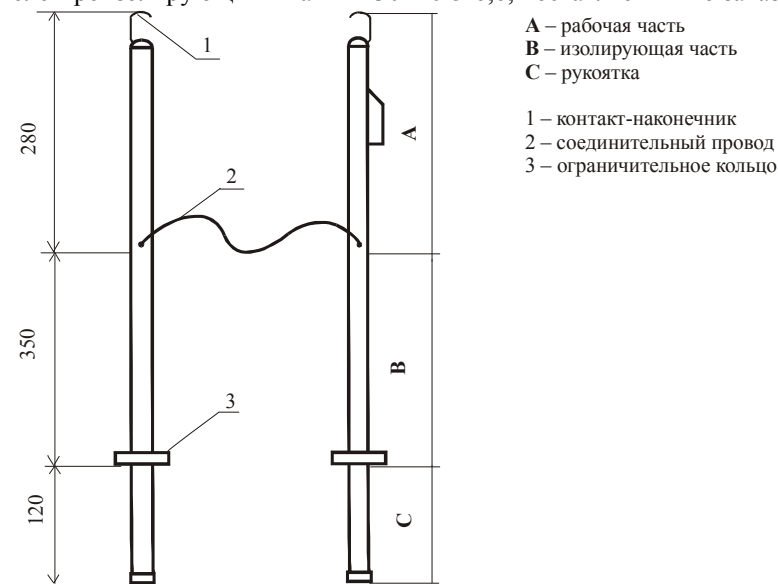

Рисунок 1
2.1 Указатель напряжения изготовлен в двухполюсном исполнении (см. рисунок 1 на с. 3) и состоит из двух корпусов, содержащих элементы электрической схемы. Корпуса указателя соединены между собой гибким проводом.
4.1 Изолирующая часть «В» (см. рисунок 1) указателя напряжения испытывается повышенным напряжением 2 кВ в течение 1 минуты.